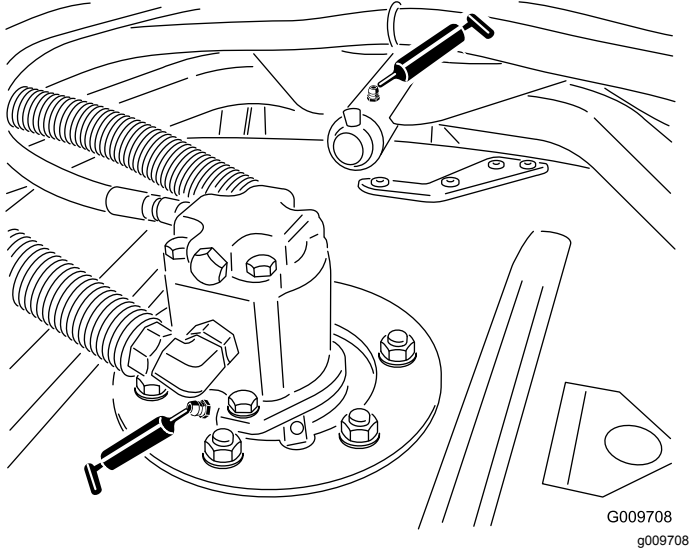

Bild 37
- Spindelwellenlager des Mähwerks (2 pro Mähwerk), wie in Bild 37 abgebildet
- Trägerarmbüchsen des Mähwerks (1 pro Mähwerk), wie in Bild 37 abgebildet